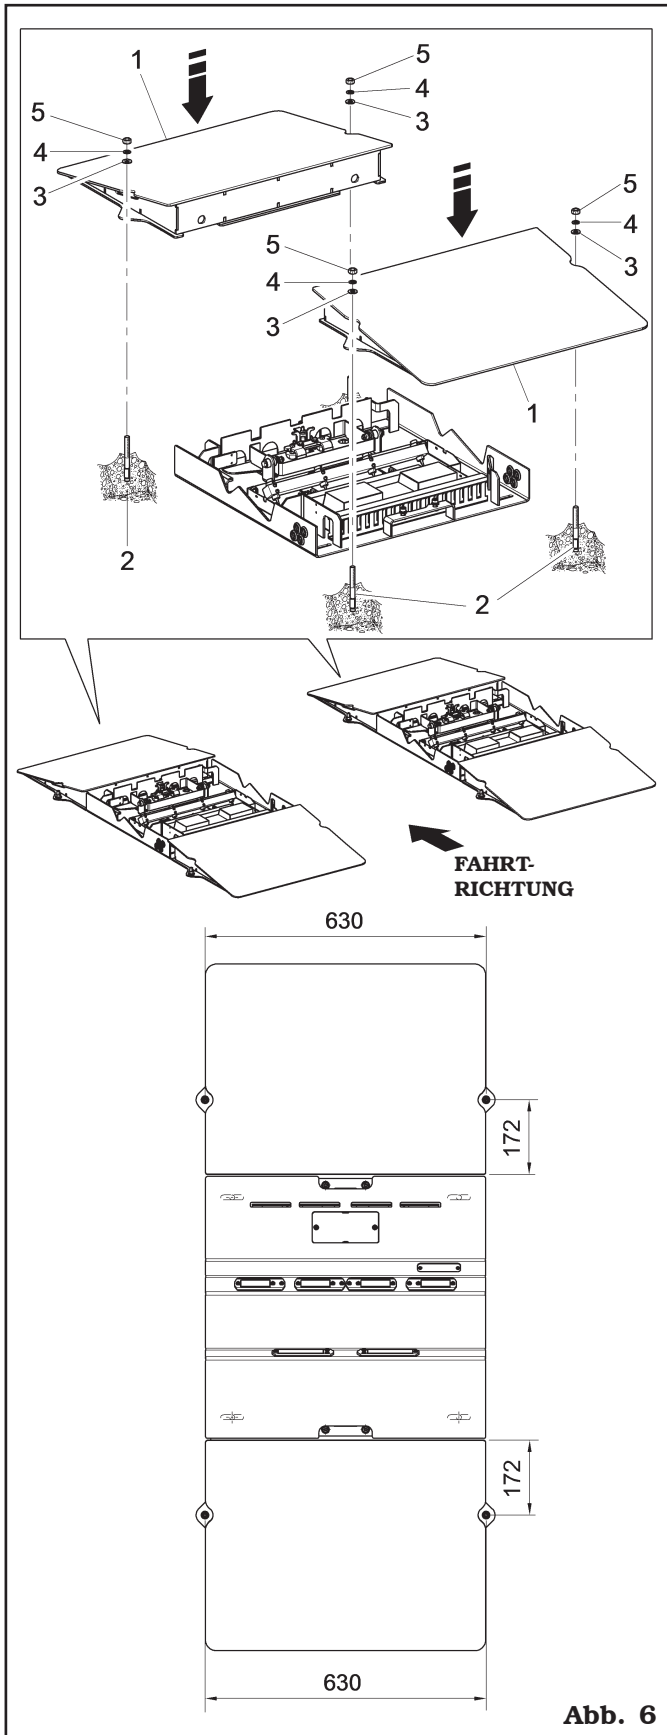

Abb. 6
2. Die Rampen befestigen (**Abb. 6 Pkt. 1**), am Boden des Werkes, durch den mitgelieferten Dübel (M8) (**Abb. 6 Pkt. 2**), Scheiben (D8) (**Abb. 6 Pkt. 3-4**) und Muttern (M8) (**Abb. 6 Pkt. 5**).